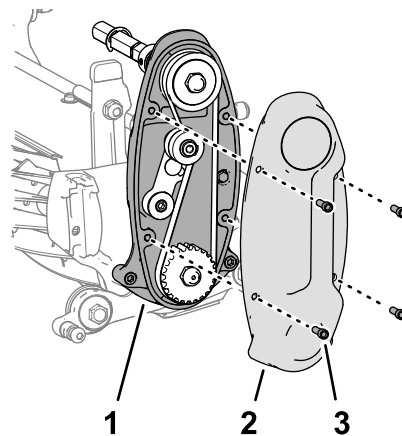

Figure 18
- Fixez le couvercle sur le boîtier d'entraînement du cylindre (Figure 18) à l'aide des 4 vis à tête creuse (1/4" x 3/4").